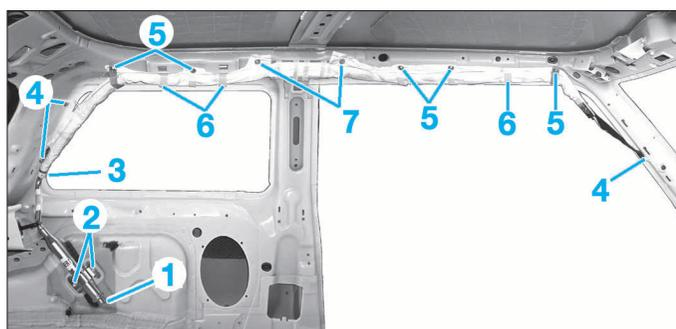

FIG. 29
- Déconnecter le connecteur (1) (Fig.29) de l'airbag.
- les vis (2) de fixation du déclencheur.
- la vis (3) du support de conduite du déclencheur.
- les vis (5) de fixation des clips.
- Ouvrir les clips (6).